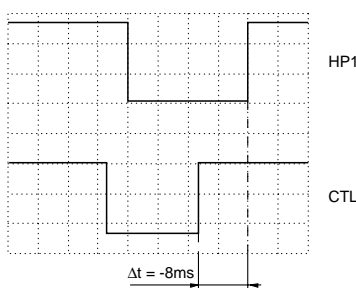

Fig. 23
- Mit den Tasten " + " / " - " den Zeitabstand zwischen dem Kopfschaltimpuls und der steigenden Flanke des CTL-Impulses auf  $\Delta t = -8ms$  (Fig. 23) einstellen.
- Using the " + " / " - " buttons set the time interval between the head pulse and the rising edge of the CTL pulse to  $\Delta t = -8ms$  (Fig. 23).